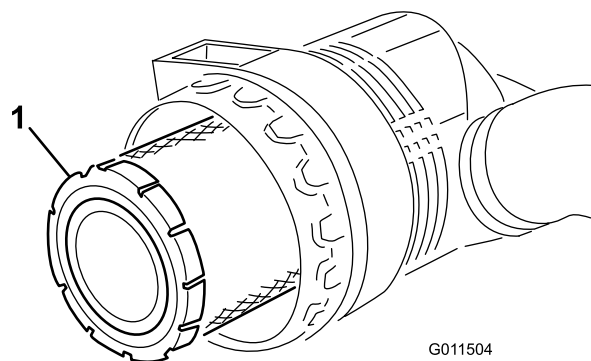

Рисунок 71
4. Замените фильтр грубой очистки (Рисунок 71).